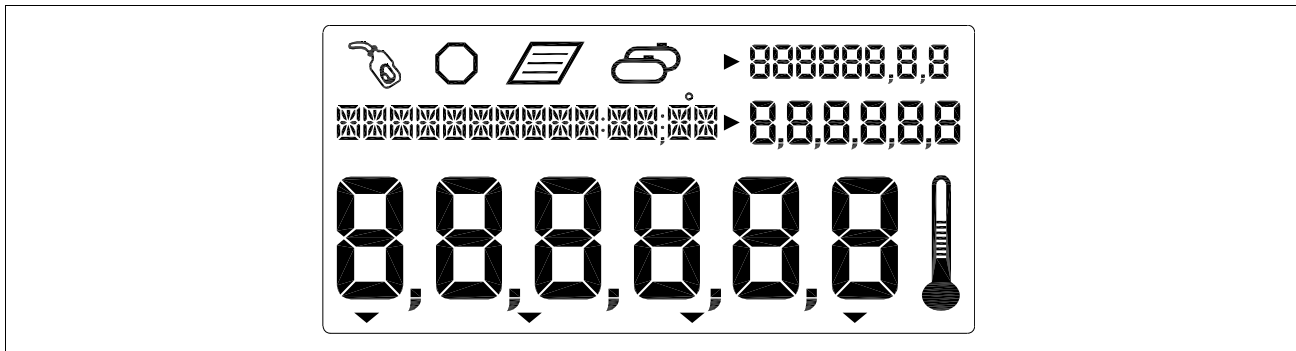

Figura 3. Todos los segmentos activados
- Todos los segmentos de la pantalla se activan (vea la figura 3):